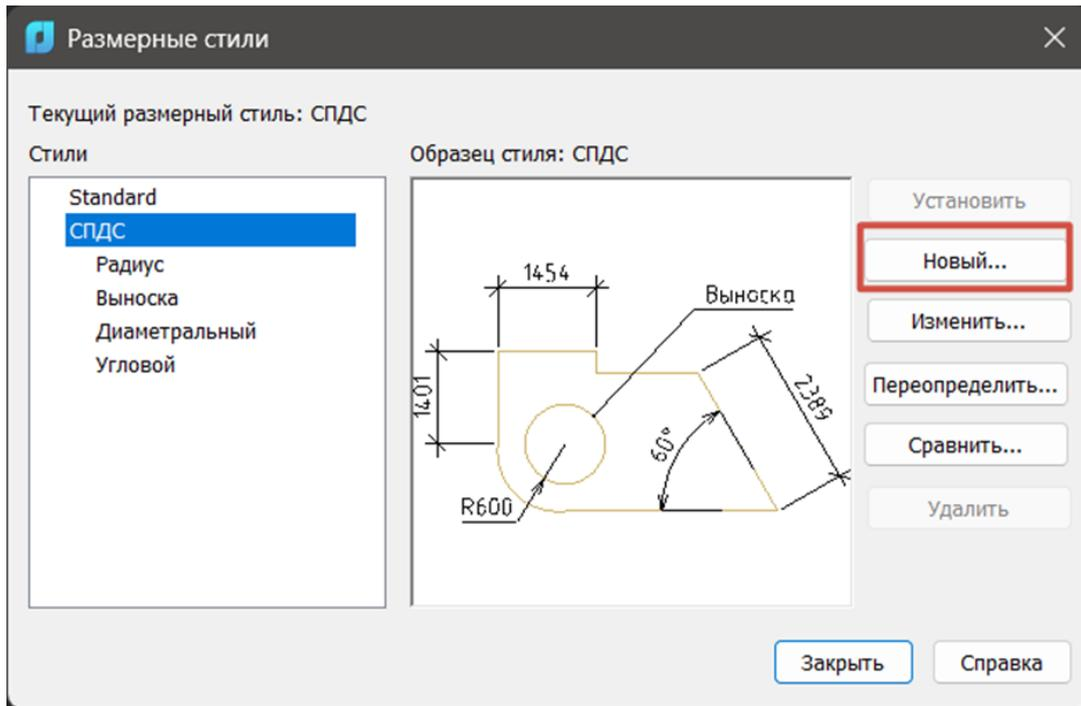

Рис. 4.42
3. В открывшемся окне Размерные стили нажимаем кнопку «Новый» (рис. 4.42):